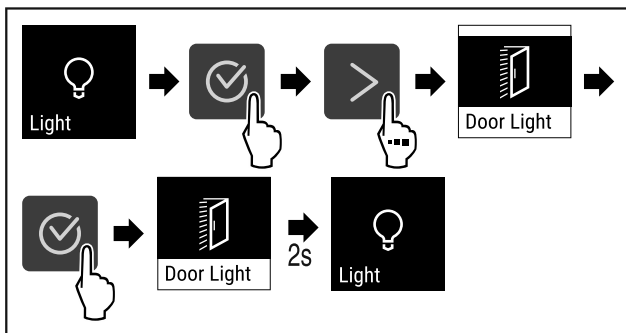

Fig. 66
- ▶ Végezze el a gyakorlati lépéseket (lásd Fig. 66) .
- ▶ Hajtsa végre a művelet lépéseit (lásd Fig. 66) .